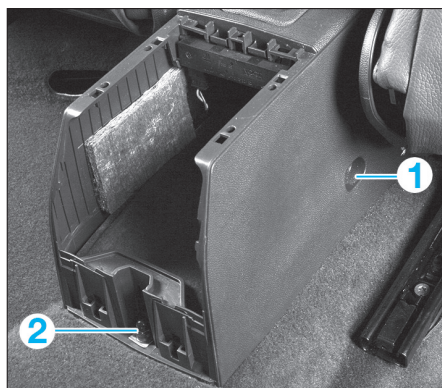

FIG. 39
- les deux vis de fixation arrière (1) de chaque côté de la console (fig. 39).
- l'écrou de fixation arrière (2).